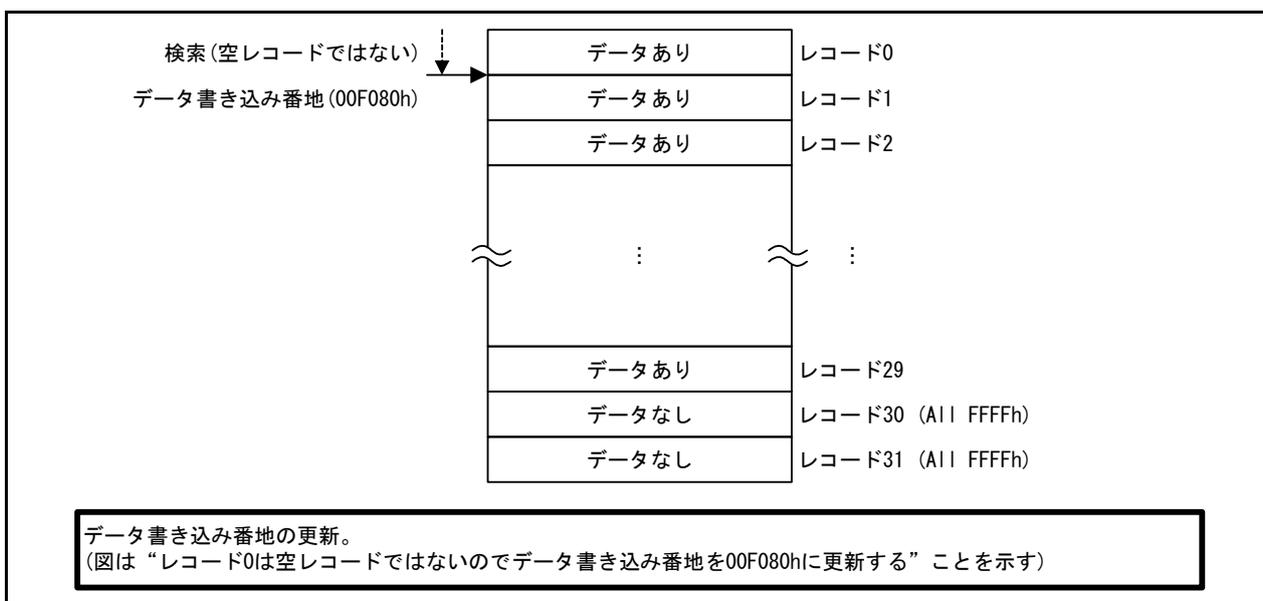

図 5.3 データ書き込み番地の更新
- (2) データ書き込み番地のレコードが空レコードであるかどうかチェックします。具体的にはデータ書き込み番地から1レコード分のデータが全て未使用(値が“FFFFh”)であるかどうかチェックします。
- (3) 空レコードではない場合はデータ書き込み番地を次のレコードの先頭番地に更新します。(図 5.3)